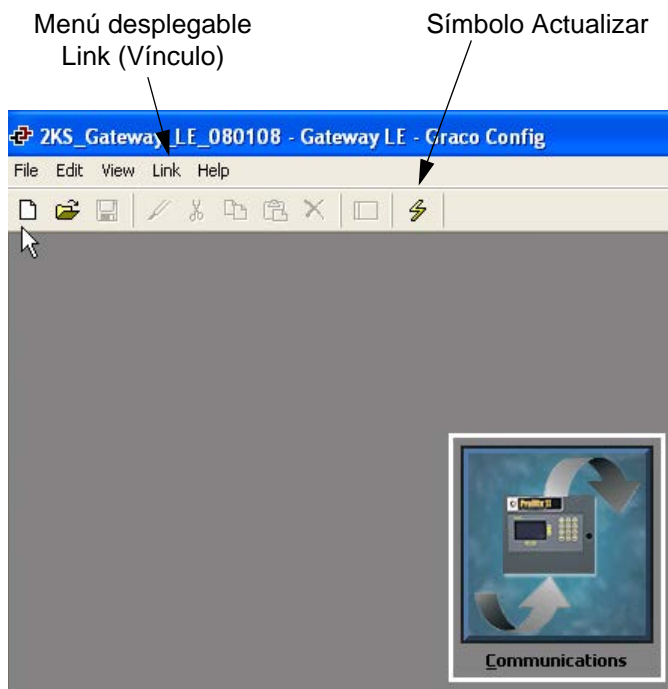

FIG. 16: Página principal de GracoConfig
3. Vaya a File (Archivo)>Open (Abrir) y seleccione el archivo con la extensión xx.gg2. El nombre del archivo debe aparecer en la parte superior de la ventana (FIG. 16) una vez cargado.
4. Descargue la base de datos usando el comando Link (Vínculo)>Update (Actualizar). Como acceso directo, use el símbolo Actualizar  en la barra de herramientas. Vea la FIG. 16.